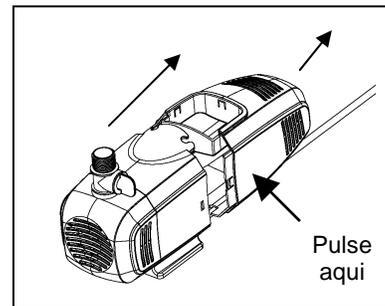

Fig. 11
6. Quite la cubierta trasera presionado suavemente en los lados y tirando de ella lejos de la bomba. Fig. 11